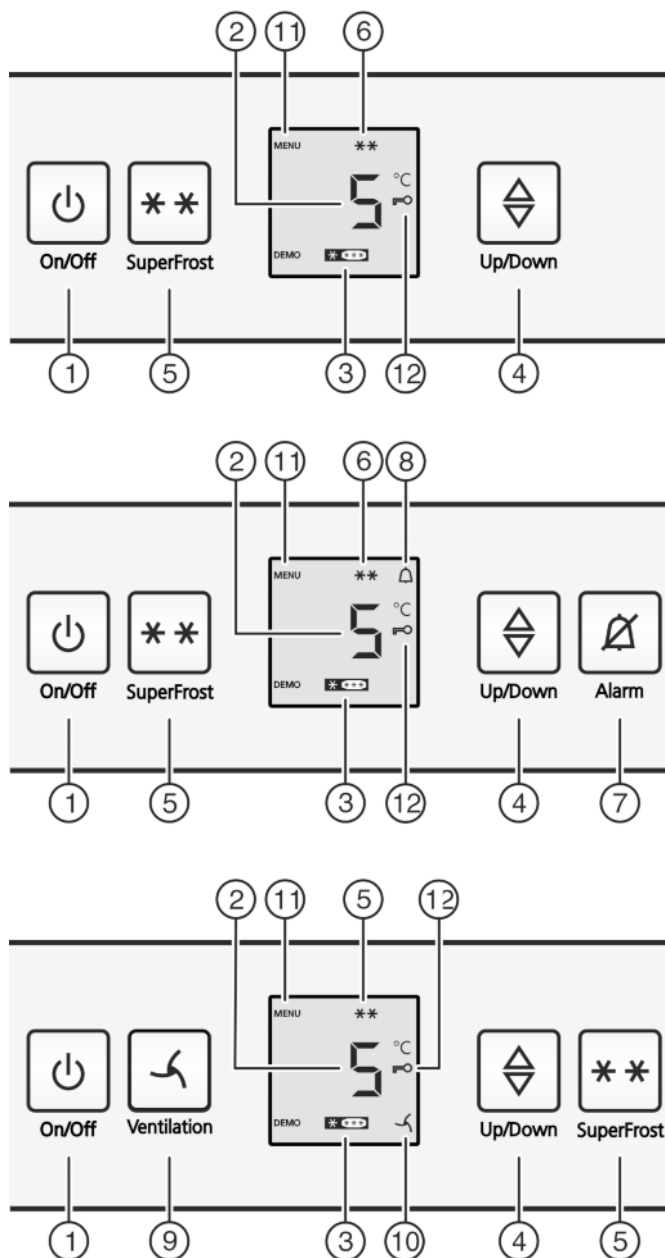

Fig. 2
- ▶ Appuyez sur la touche marche/arrêt *Fig. 2 (1)*.
- ▶ Activer le mode de réglage : appuyer sur la touche SuperFrost *Fig. 2 (5)* pendant env. 5 secondes.
- ▷ Le symbole Menu *Fig. 2 (11)* apparaît dans l'affichage.
- ▶ Confirmez en appuyant brièvement sur la touche SuperFrost *Fig. 2 (5)*.
- ▷ Le symbole Sécurité enfants *Fig. 2 (12)* s'allume dans l'affichage.
- ▶ Appuyez brièvement sur la touche On/Off *Fig. 2 (1)*.
- ▷ Le symbole Sécurité enfants *Fig. 2 (12)* s'éteint.
- ▶ Appuyer sur la touche Alarme *Fig. 2 (7)*.
L'affichage de la température clignote en même temps que le symbole Alarme *Fig. 2 (8)*.
L'avertisseur sonore s'éteint automatiquement et le symbole Alarme *Fig. 2 (8)* et l'affichage de température arrêtent de clignoter lorsque la température est de nouveau suffisamment froide.